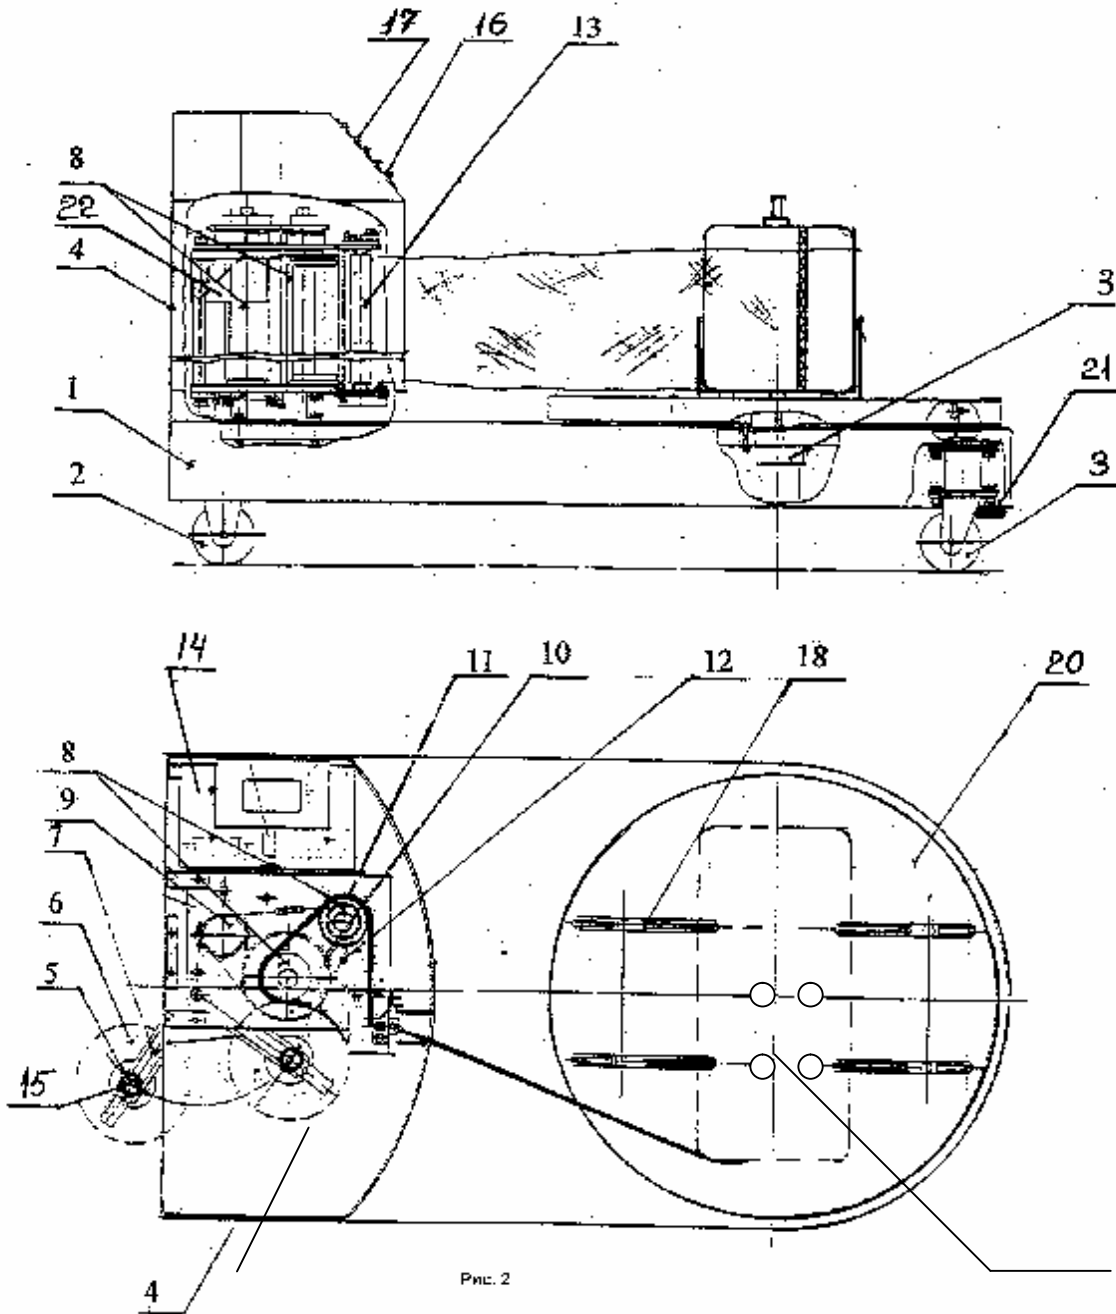

Рис.2. Схема установки
5. СХЕМА УСТАНОВКИ (см. Рис.2)
- а). потянуть на себя опору (4, Рис.2) до её неподвижной фиксации;
- б). поднять вверх подпружиненный рычаг (7, Рис.2);
- в). установить бобину со стрейч-пленкой на нижнюю опору (4) так, чтобы при размотке пленки рулон вращался против часовой стрелки, и опустить рычаг (7), зафиксировав бобину;
- д). задвинуть бобину с пленкой внутрь установки и зафиксировать её с помощью прижима (15, Рис. 2), поворачивая его по часовой стрелке; усилие прижима не должно быть слишком велико;
- е). отмотать примерно метр пленки и заправить пленку (см. Рис. 2) между 2-мя обрешиненными валами так, чтобы пленка облегалась их с внешней стороны; вывести пленку наружу через выходной стальной вал и через паз в передней стенке тумбы так, чтобы при натяжении пленки выходной вал двигался вместе с пленкой, отклоняясь от вертикальной оси;
6.3 Разместить упаковываемый предмет по центру поворотного стола (20, Рис. 2).